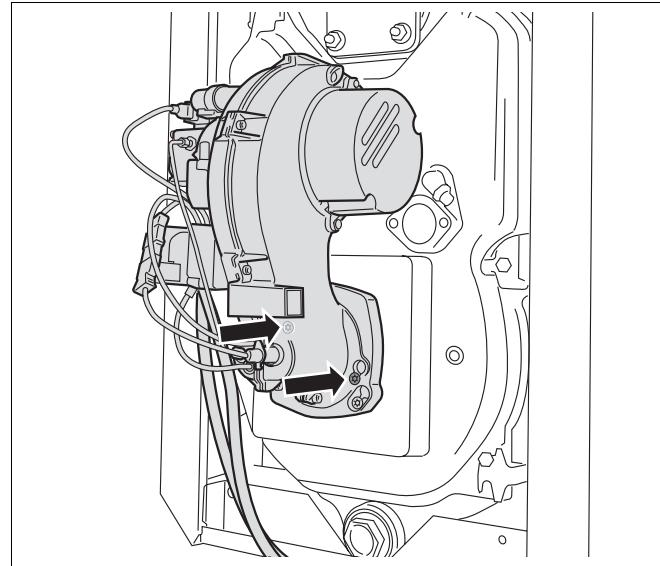
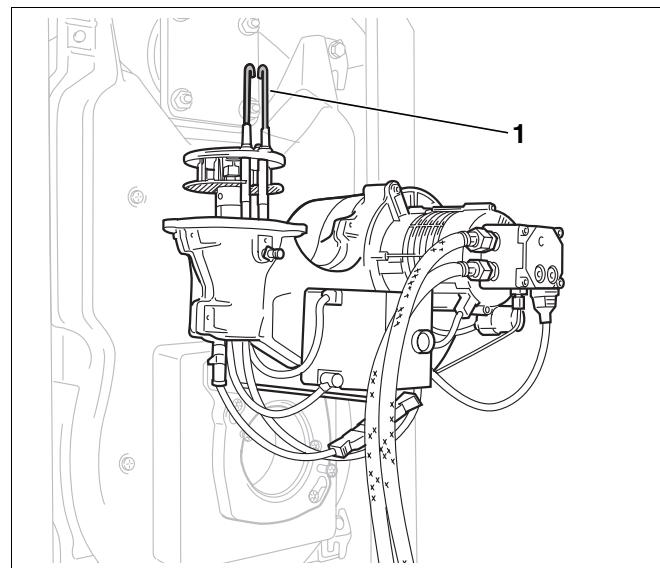

Рис. 26 Болты штыкового крепления
Рис. 27 Установка горелки в положение для обслуживания
- Ослабить болты горелки штыкового крепления (рис. 26, стр. 33) (пять–шесть оборотов, примерно. 6–8 мм). Установить горелку в положение для обслуживания (рис. 27, стр. 33).
- Ослабить оба болта штыкового крепления (рис. 26).
- Установить горелку в положение для обслуживания (рис. 27).
На запальных электродах (рис. 27, поз. 1) не должно быть отложений.
- Демонтировать запальные электроды (рис. 27, поз. 1).